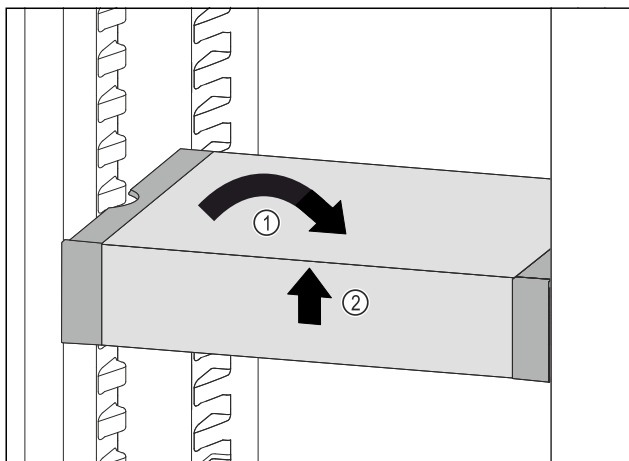

Fig. 90
- ▶ VarioSafe ustawić prosto. Fig. 90 (1)
- ▶ VarioSafe unieść z przodu. Fig. 90 (2)